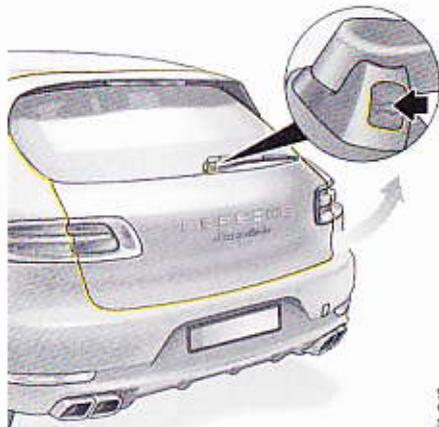

Fig. 140 : Touché de déverrouillage du hayon arrière
- ▶ Appuyez sur la touche (Fig. 140). Le hayon arrière s'ouvre jusqu'à la hauteur d'ouverture réglée.
Appuyez sur la touche de déverrouillage  au niveau de l'essuie-glace de lunette arrière (Fig. 140 à la page 188).
Appuyez sur la touche de déverrouillage  au niveau de l'essuie-glace de lunette arrière (Fig. 140 à la page 188)